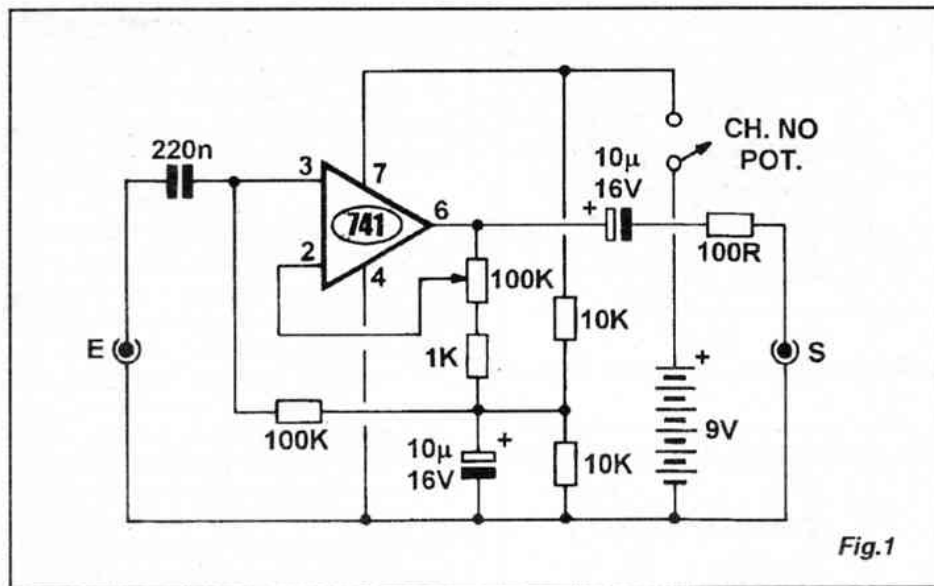

Fig.1
**- FIG. 1 - DIAGRAMA ESQUEMÁTICO DO CIRCUITO** - Como *potência* não é - obviamente - um requisito para a finalidade do circuito (é justamente disso que pretendemos *fugir*...), tornou-se possível manter excelente audibilidade a partir dos trabalhos de um modesto integrado 741 (barato e comum...), disposto em amplificador *não inversor* bastante convencional... Notar que os sinais de muito baixo nível, e impedância também baixa, provenientes da guitarra (captadores magnéticos são o padrão...) são aplicados à entrada *não inversora* (pino 3) via capacitor isolador de 220nF, estando o dito pino de entrada pré-polarizado a *meia tensão* da alimentação geral, através do resistor de 100K que leva ao *nó* de dois resistores de 10K, dispostos em *totem* entre as linhas do **positivo e negativo** da alimentação de 9V... Com tal arranjo, simulamos uma alimentação em *split* garantindo boa simetria aos sinais, baixa distorção geral, mantendo os sinais amplificados em bom nível de fidelidade... Observar que o *nó* de *meia tensão* da alimentação é ainda desacoplado por um capacitor eletrolítico de 10uF... O ganho (fator de amplificação) é dimensionado pela quantidade de realimentação aplicada ao pino 2 (entrada *inversora*...) do 741, parâmetro que é diretamente controlado pelo potenciômetro de 100K, *seriado* com